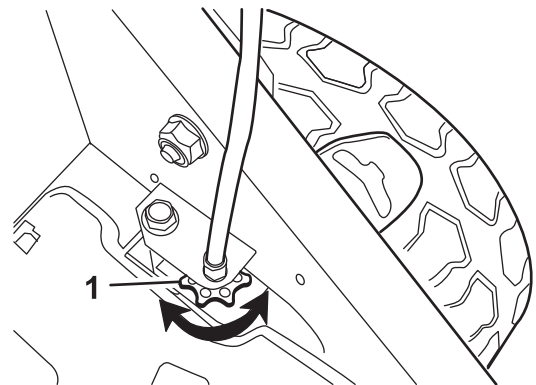

Bild 22
- Wenn sich die Räder nicht bei eingekuppeltem Selbstantriebsbügel drehen, ist der Treibriemen zu lose. Drehen Sie das Steuerhandrad für den Radantrieb (Bild 22) um eine Umdrehung nach rechts und wiederholen Sie die Schritte 3 bis 5.
- Wenn sich die Räder drehen, bevor der Selbstantriebsbügel ganz eingekuppelt ist, ist der Treibriemen zu fest. Drehen Sie das Steuerhandrad für den Radantrieb (Bild 22) um eine Umdrehung nach links und wiederholen Sie die Schritte 3 bis 5.